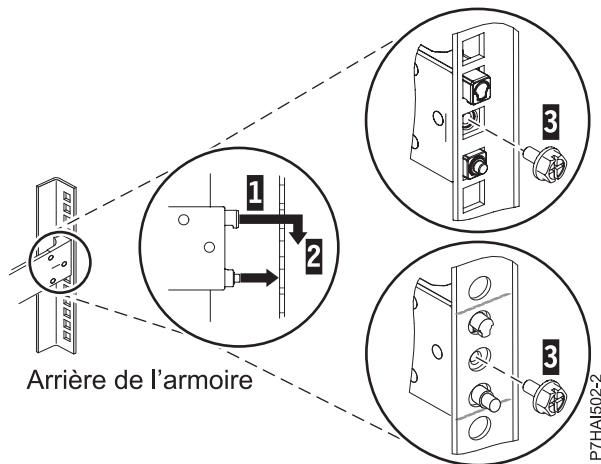

Figure 3. Alignement et fixation des broches dans les trous situés à l'arrière de l'armoire
3. Alignez les deux broches situées à l'arrière de la glissière, sur les trous supérieur et inférieur précédemment marqués de l'unité EIA sélectionnée. Tirez la glissière vers vous et insérez les deux broches dans les deux trous de l'armoire (1) et abaissez la glissière (2) pour engager le crochet sur la broche. Pour plus de détails, voir figure 3. Avant de passer à l'étape suivante, vérifiez que les deux broches traversent les trous de l'armoire.